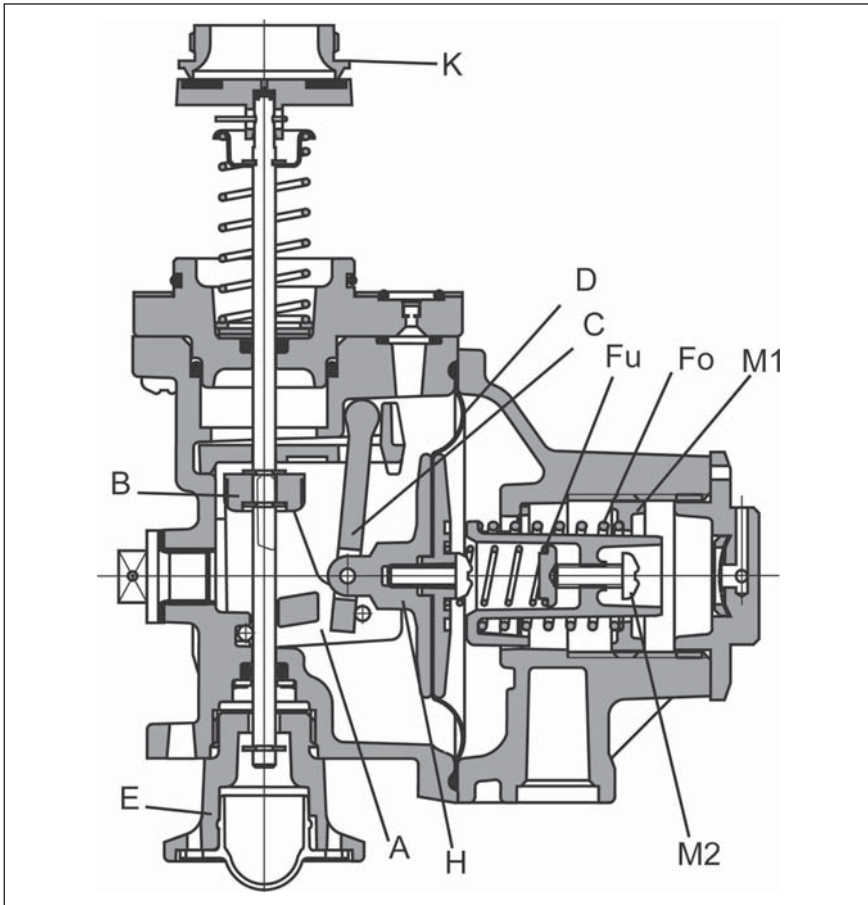

Bild 2-13, SAV - unterer Abschaltpunkt
Sinkt der Ausgangsdruck  $p_d$  im Regelgerät und somit der Druck unterhalb der SAV-Membrane (D), so bewegt sich bei Unterschreiten des durch die kleine Einstellfeder ( $F_u$ ) eingestellten unteren Abschaltpunktes der Membranhalter (H) und der Schalthebel (C) nach links, siehe Bild 2-13. Der Sperrhebel (A) rastet mit seinen Stegen in die Kulissen der Sperrbüchse (B) ein. Die vorgespannte Sperrfeder an der Ventilspindel wird freigegeben. Der Ventilteller verschließt den Eingang (K) des Gas-Druckregelgerätes.